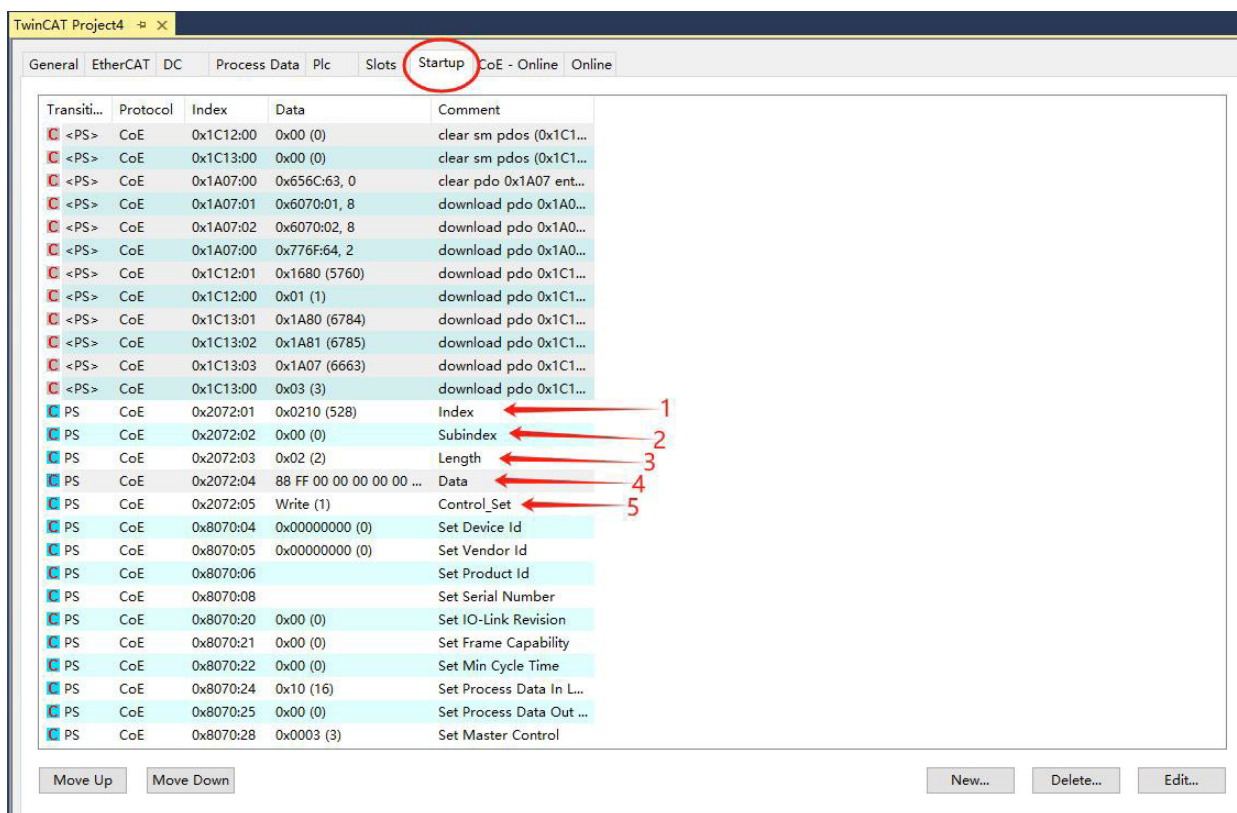

图3
3、如图 3 所示，如配置从站的 8 个端口都为输出模式的设定：Index=0x0210，Subindex=0，Length=2，Data = 88 FF, Control_Set=Write(1).配置表如下：